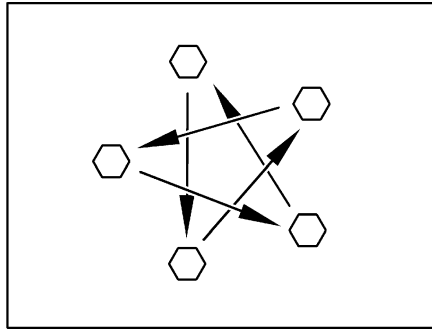

Bild 387 Radmuttern oder Radschrauben über Kreuz anziehen
- Radmuttern oder Radschrauben regelmäßig auf festen Sitz prüfen. Radmuttern oder Radschrauben eines ausgewechselten Rades nach 50 km über Kreuz nachziehen (Bild 387).
- ▷ Radmuttern oder Radschrauben über Kreuz anziehen (Bild 387).